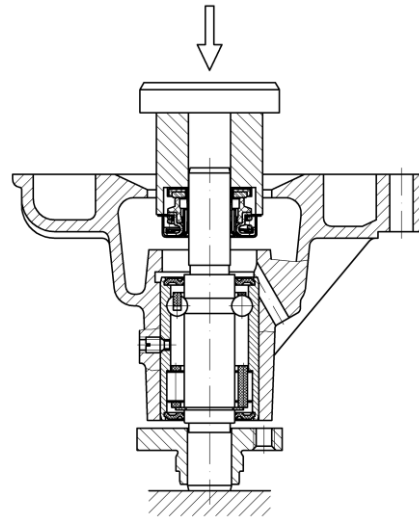
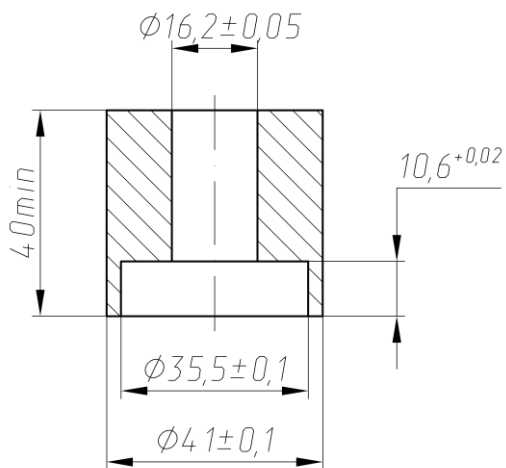

Рис.64. Запрессовка уплотнения водяного насоса
Рис.65. Оправка для запрессовки уплотнения
- с помощью оправки запрессовать уплотнение на вал подшипника и в корпус насоса, не допуская перекоса (рис.64). Для запрессовки уплотнения использовать оправку (рис.65), с помощью которой обеспечивается необходимое сжатие пружины уплотнения;